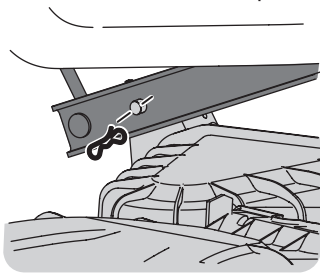

Figura 24
- Mirando la plataforma desde el lado izquierdo del tractor, ubique el pasador de chaveta en el lado posterior izquierdo de la plataforma. Consulte la Figura 24 en la página 16.
- Retire el pasador y saque el pasador de la plataforma del brazo de elevación de la misma. Consulte la Figura 24 en la página 16.